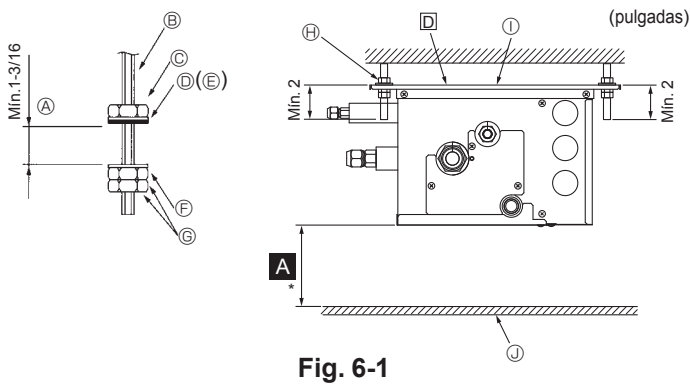

Fig. 6-1
- Fije las arandelas y tuercas (①, ②, adquiridas localmente) a los pernos de suspensión. (Fig. 6-1)
- ① Cuando la unidad esté colgada y las tuercas fijadas
② Perno de suspensión
③ Tuercas
④ Arandela (con cojinete) ①
⑤ Asegúrese de que el cojinete esté hacia abajo
⑥ Arandela (sin cojinete) ②
⑦ Tuerca (adquirida localmente)